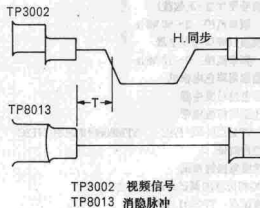

图12
②推入空白磁带, 置录像机于录制状态;
③将示波器连接TP3002和TP8013;
④调节 VR8005, 使图 12 所示的“T”宽度为 $1.2 \pm 0.1\mu\text{s}$ 。